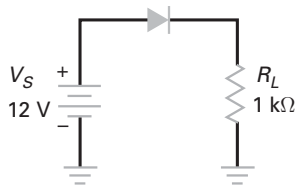

Figura 3-21
- MultiSim Qual é o valor da corrente na carga na Figura 3-21 com um diodo ideal?
17. **III MultiSim** Qual é o valor da corrente na carga na Figura 3-21 com a segunda aproximação?
18. **III MultiSim** Qual é o valor da corrente na carga na Figura 3-21 com a terceira aproximação?
19. **III MultiSim** Se o diodo está aberto na Figura 3-21, a tensão na carga é
20. **III MultiSim** Se o resistor estiver aterrado na Figura 3-21, a tensão medida com um multímetro digital entre a parte de cima do resistor e o terra é próxima de
21. **III MultiSim** A tensão na carga mede 12 V na Figura 3-21. O defeito pode ser
22. Usando a terceira aproximação na Figura 3-21, qual é o valor que R_L precisa ter antes que a resistência de corpo do diodo possa ser considerada?